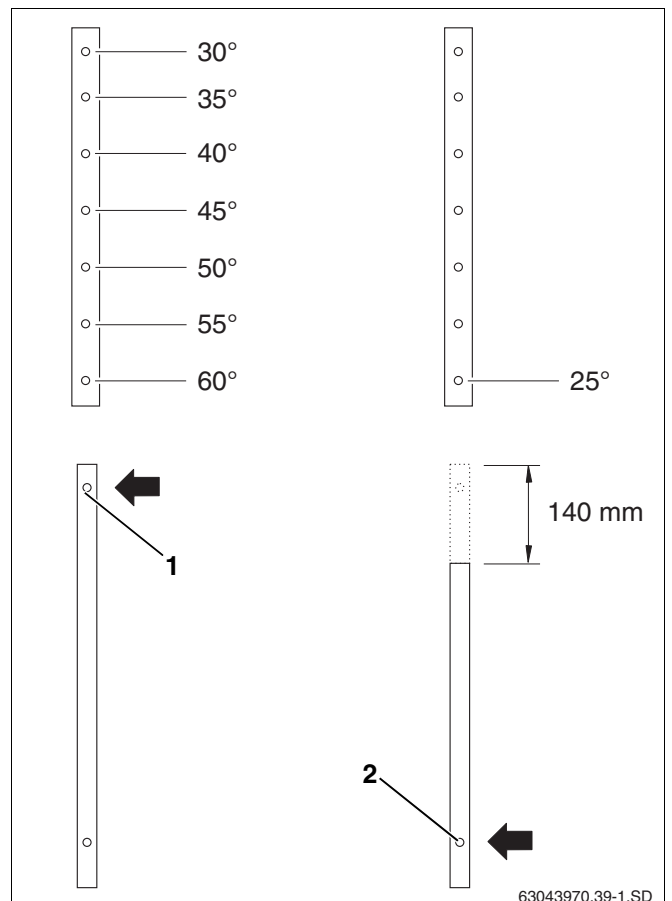
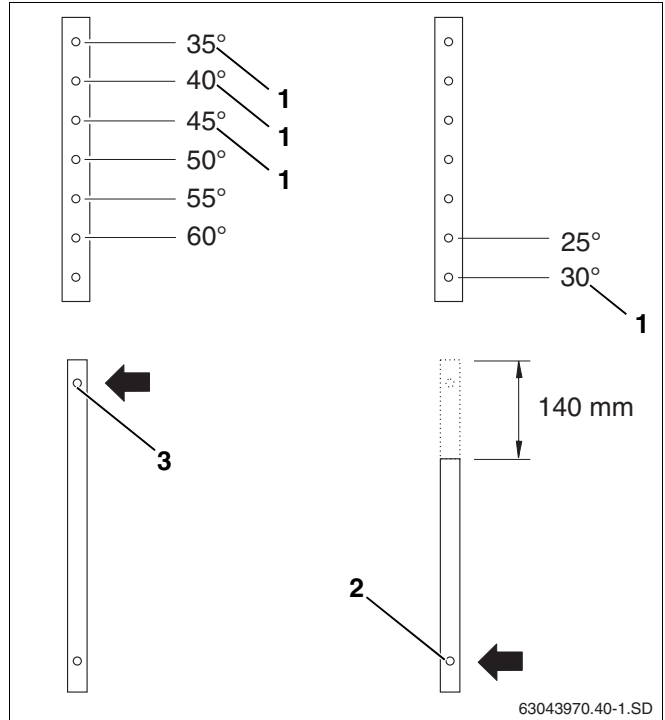

Fig. 12 Ajuste el ángulo de inclinación de los colectores verticales
Fig. 13 Ajuste el ángulo de inclinación de los colectores horizontales
- ▶ Seleccione según la fig. 12 y fig. 13 los orificios de las guías telescópicas superior e inferior.
Para el montaje en vertical de un ángulo de inclinación de colectores entre 30° y 60° utilice el orificio superior de la guía telescópica inferior (fig. 12, **pos. 1**).
Para un ángulo de inclinación de 25° deberá acortar aprox. 140 mm de la guía inferior y utilizar el orificio inferior (fig. 12, **pos. 2**).
Para el montaje en horizontal de un ángulo de inclinación de colectores entre 35° y 60° utilice el orificio superior de la guía telescópica inferior (fig. 13, **pos. 3**).
Para un ángulo de inclinación entre 25° y 30° deberá acortar aprox. 140 mm de la guía inferior y utilizar el orificio inferior (fig. 13, **pos. 2**).
- ▶ Para el montaje en fachadas sólo pueden ser utilizadas las posiciones de los ángulos de inclinación de colectores de 30°, 35°, 40° y 45° (fig. 13, **pos. 1**).